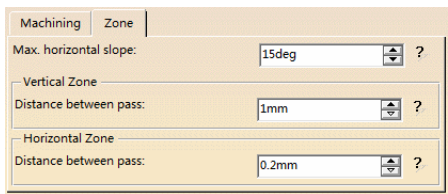

图 3-125 “Zone”选项卡（2）
- 在“Zone”选项卡 (2) 的“Max. horizontal slope”文本框中输入“15deg”，在“Vertical Zone”选项下的“Distance between pass”文本框中输入“1mm”，在“Horizontal Zone”选项下的“Distance between pass”文本框中输入“0.2”mm，如图 3-125 所示。